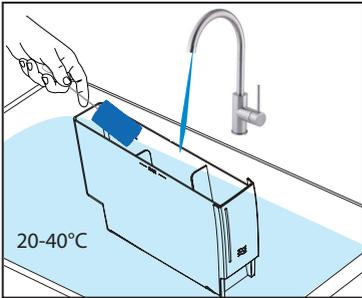

Fig.2
2. Aħsel it-tank tal-ilma b'ilma nadif, 20-40 °C . Jista' jintuża aġent tat-tindif tajjeb għal mal-ikel skont kif meħtieġ. (Ara Fig.2)